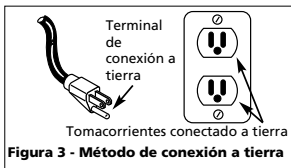

Figura 3 - Método de conexión a tierra
- Este producto está diseñado para circuitos nominales de 120 voltios y tiene un enchufe para conexión a tierra similar al de la Figura 3. Cerciórese de conectarlo a un tomacorrientes cuya configuración sea similar a la del enchufe. Este producto se debe conectar a tierra. En caso de que ocurra un cortocircuito, esto evitaría el riesgo de choque eléctrico al ofrecerle un cable de desvío a la corriente eléctrica. Este producto tiene un cordón con un alambre y terminal de conexión a tierra. Debe conectarlo a un tomacorrientes que esté instalado adecuadamente según los códigos y ordenanzas locales.